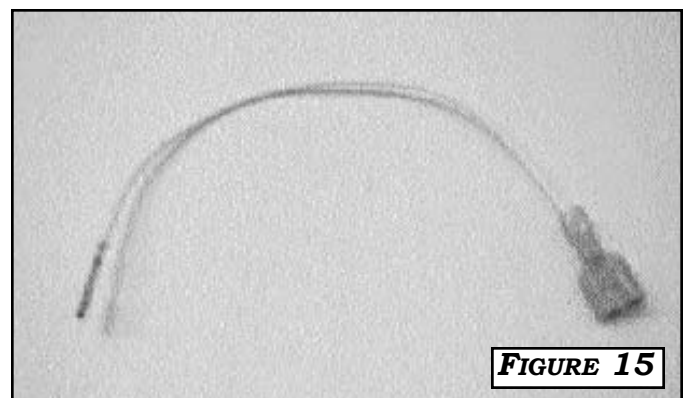

FIGURE 15
- 3) **ENGINE CONTROL MODULE** IS LOCATED BEHIND THE PASSENGER SIDE GLOVE BOX OR PASSENGER SIDE KICK PANEL FOR **07 TUNDRA**. REMOVE GLOVE BOX DOOR TO GAIN ACCESS TO THE **ECM** AND LOCATE CRUISE WIRE AS INDICATED BELOW: (**IF WIRE IS NOT PRESENT, INSERT INCLUDED TERMINAL SHOWN IN FIGURE 15**)